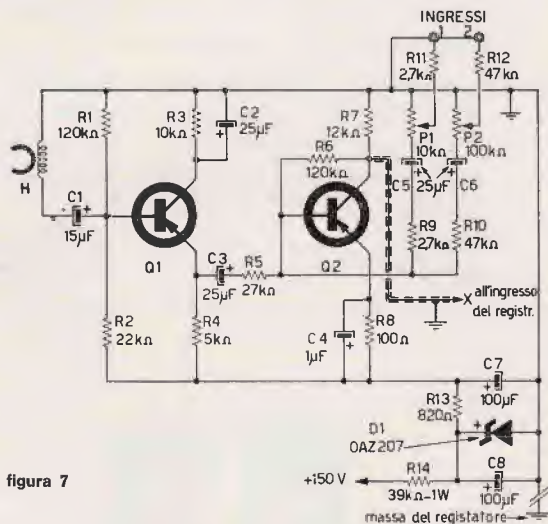

figura 7
In questo modo se ne partono bellamente le alte frequenze, e il suono risultante è tutto distorto; inoltre non si può regolare il livello della seconda incisione; vi pare bello? A me no, per cui ecco il circuito di figura 7 che non è altro se non un simpatico «MIXER», da montare «direttamente» nel registratore, alimentato «direttamente» da un qualsiasi pimento che abbia dai 130 ai 160 V di anodica, collegato «direttamente» alla testina C, e ingressi «diretti» e miscelabili, uno a bassa (1) e uno ad alta (2) impedenza, in modo da poter collegare contemporaneamente due microfoni (o altre sorgenti) diversi. Avete visto che tempesta di «direttamente»? Sarà, ma a me piace fare le cose «direttamente», senza ragnatele di fili volanti (...e se poi salta fuori un «ragno a transistor»?).